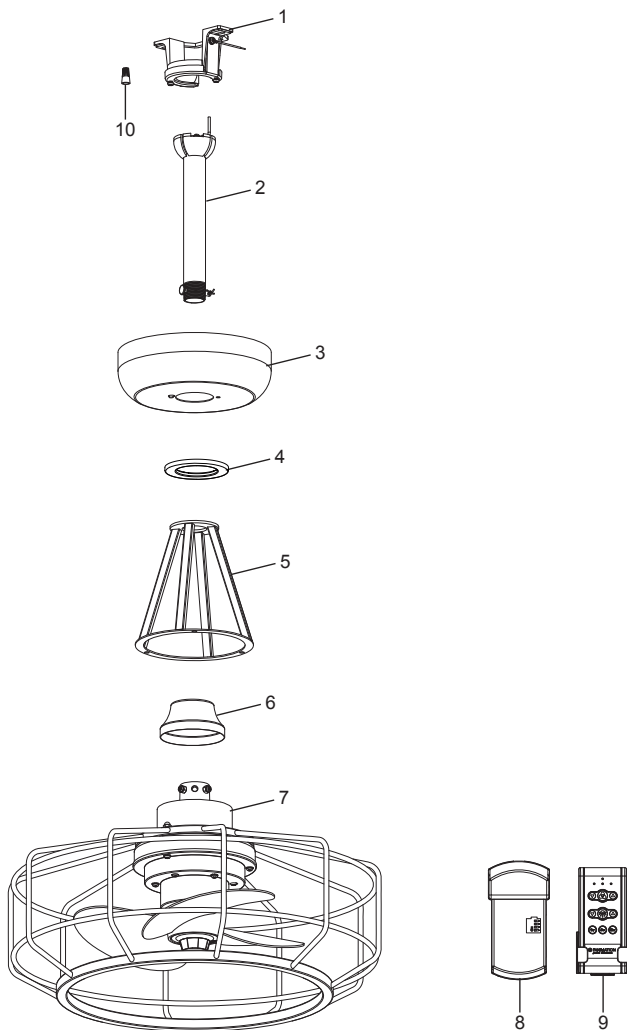

Figura 1
1. Instale la cubierta rotando la ranura clave en la cubierta sobre el tornillo de hombro del soporte del gancho, teniendo cuidado de no pillar los cables. Fije el tornillo de hombro. Instale adecuadamente y fije el segundo tornillo de hombro que fue anteriormente guardado. (Figura 1)
El uso de un regulador de la intensidad completa (no incluido) para controlar la velocidad del ventilador dañará el dispositivo. Para reducir el riesgo de incendio o descarga eléctrica, no utilice dicho regulador para controlar la velocidad del ventilador. (Figura 1)
1. **Instalación de la placa de la pared:** (Figura 1)